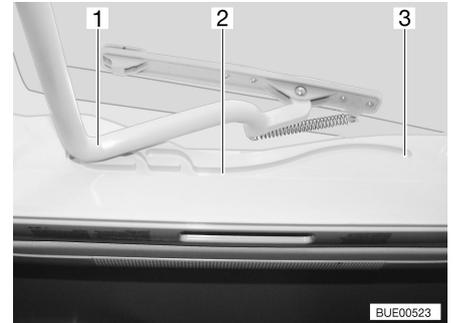

Bild 21 Kipp-Dachhaube, Führung
- Den Bügel (Bild 21,1) in den Führungen (Bild 21,2) bis in die hinterste Position (Bild 21,3) ziehen.
- Den Bügel (Bild 21,1) mit beiden Händen leicht nach oben drücken.
- Den Bügel in den Führungen (Bild 21,2) bis zur gewünschten Stellung ziehen.